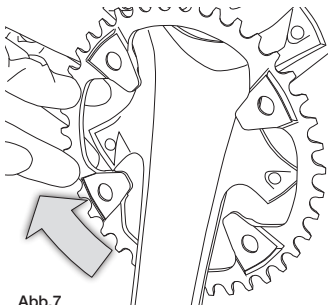

Abb.7
- Drehen Sie das Kettenrad, um es von der Kettenradgarnitur abziehen zu können. Achten Sie darauf, nicht an der Kettenradgarnitur zu streifen (Abb. 7).